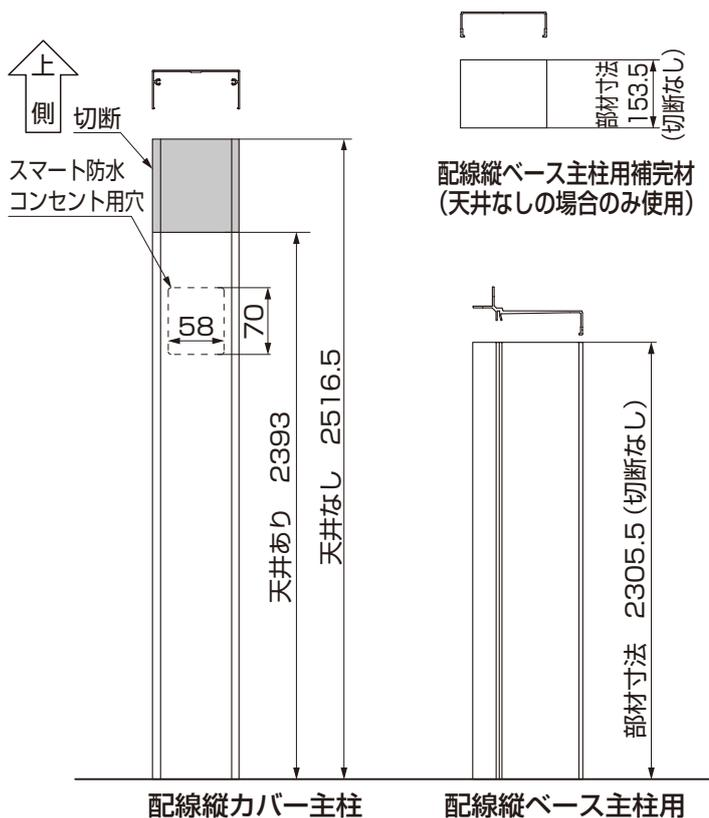
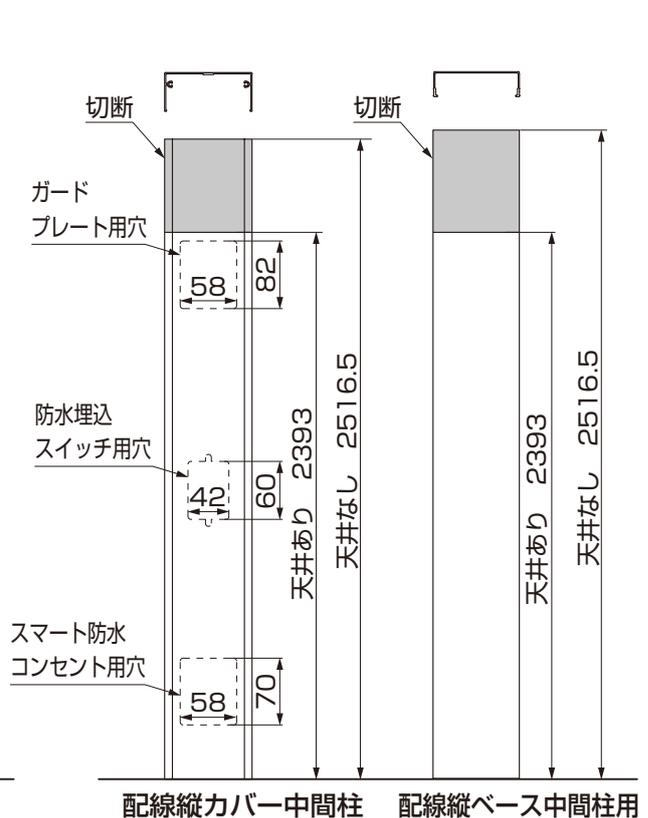

図1-1 配線カバー主柱の切断
図1-2 配線縦ベース中間柱の切断
- 配線縦カバーの切断(現場加工)は、必要寸法に必ず上端を切断してください。(図1-1、図1-2参照)